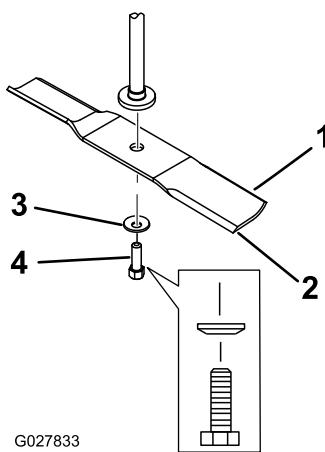

Figura 58
2. Retire del eje el perno de la cuchilla, la arandela curva y la cuchilla (Figura 58).
- Instale la cuchilla en el eje (Figura 58).
- Instale la arandela curva (con la copa hacia la cuchilla) y el perno de la cuchilla (Figura 58).